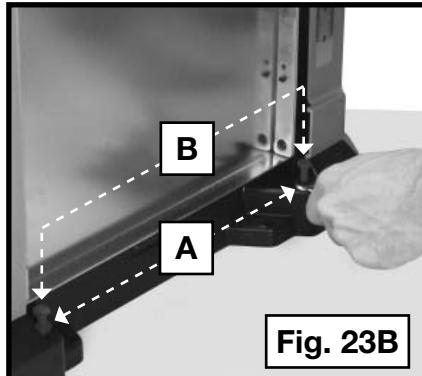

Fig. 23B
4. Le cas contraire, desserrer les contre-écrous (A), fig. 23B, des vis de réglage en hauteur de la table (B). Hausser ou abaisser les vis pour obtenir la bonne hauteur de table.